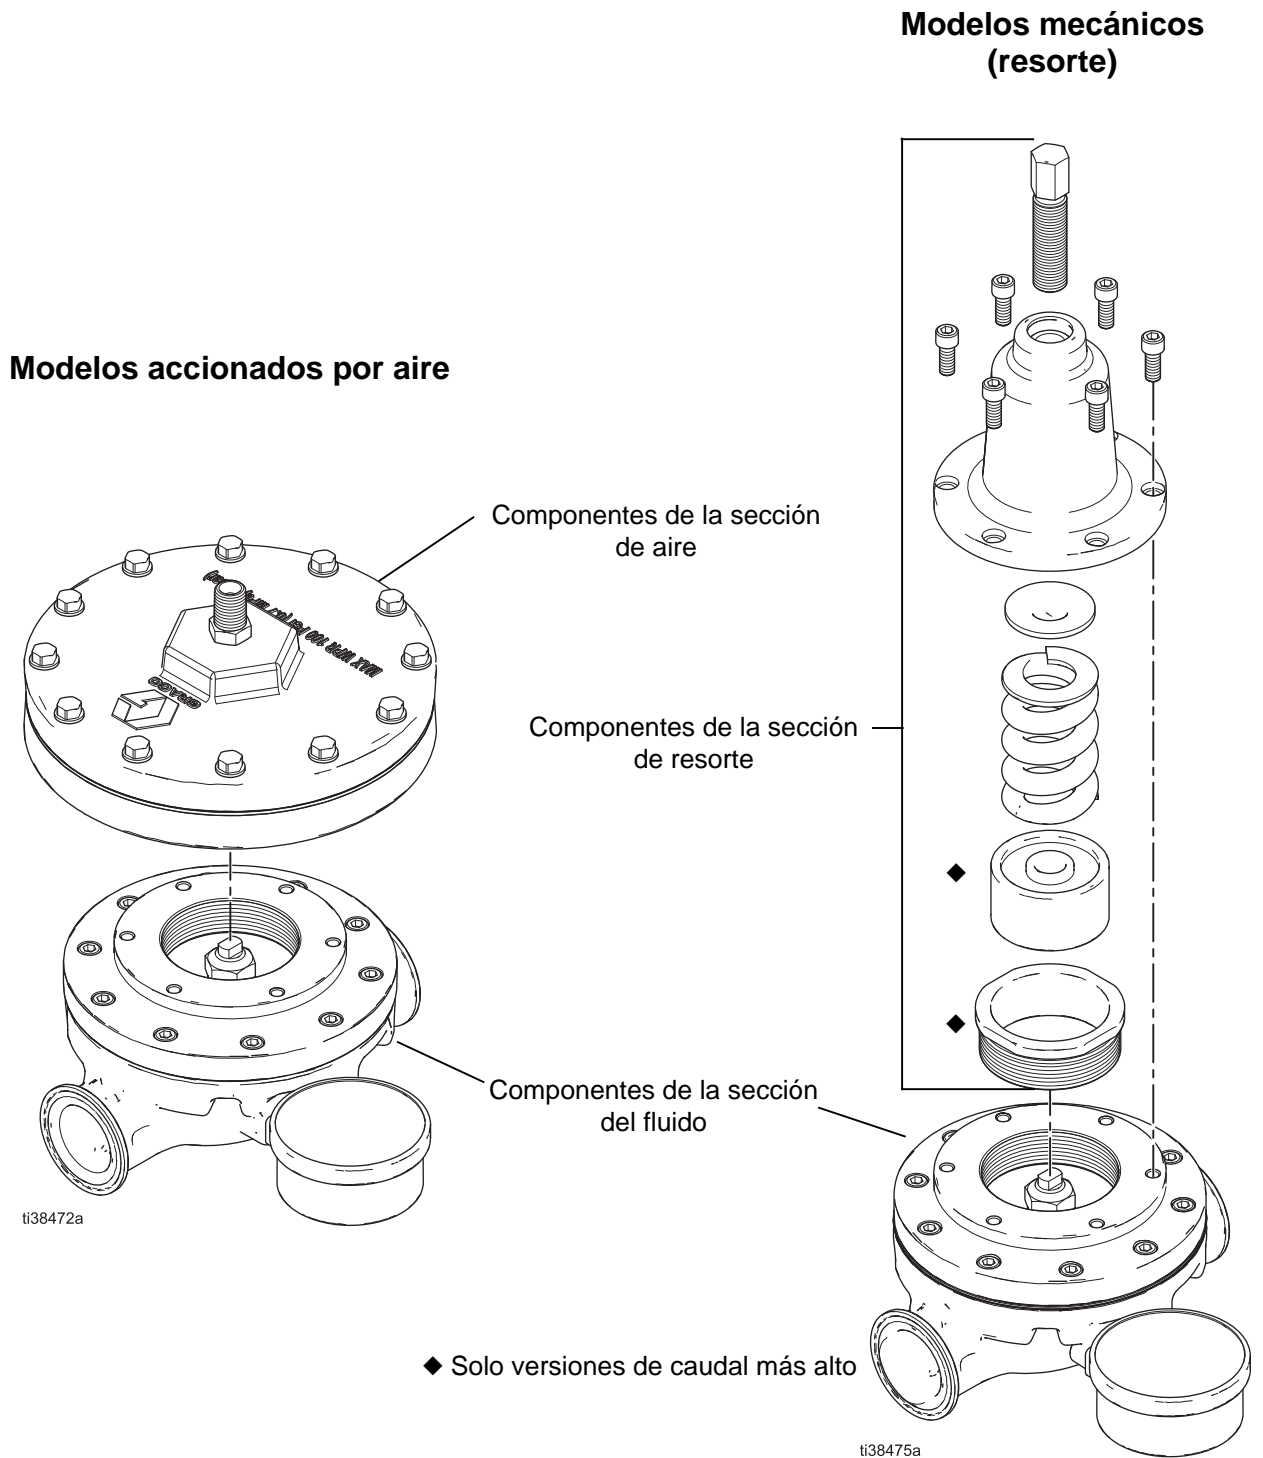

FIG. 2. Secciones del regulador de presión de retorno
5. Para reparar el BPR, consulte las siguientes instrucciones, de acuerdo con su equipo (consulte la FIG. 2):